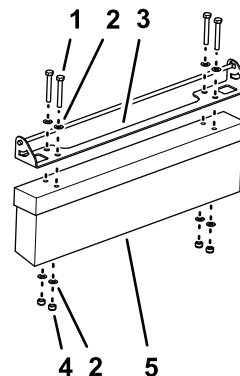

Figura 1
1. Allineate i fori nella staffa di regolazione della spazzola con i fori della spazzola per grooming come mostrato nella Figura 1.
2. Montate la staffa di regolazione della spazzola sulla spazzola per grooming (Figura 1) utilizzando 4 bulloni senza dado (8 x 60 mm), 8 rondelle (8 mm) e 4 dadi di bloccaggio (8 mm).